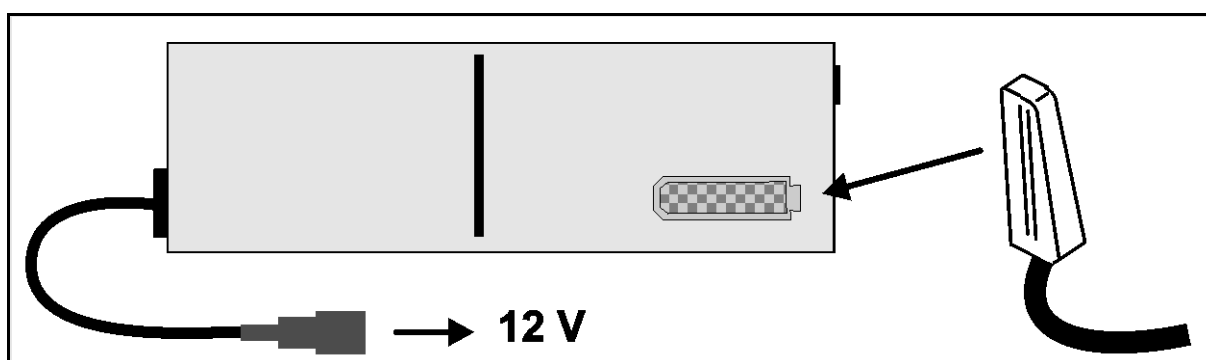

Fig. 5
2. Koble til betjeningsenheten **HYCLICK** (Fig. 5).